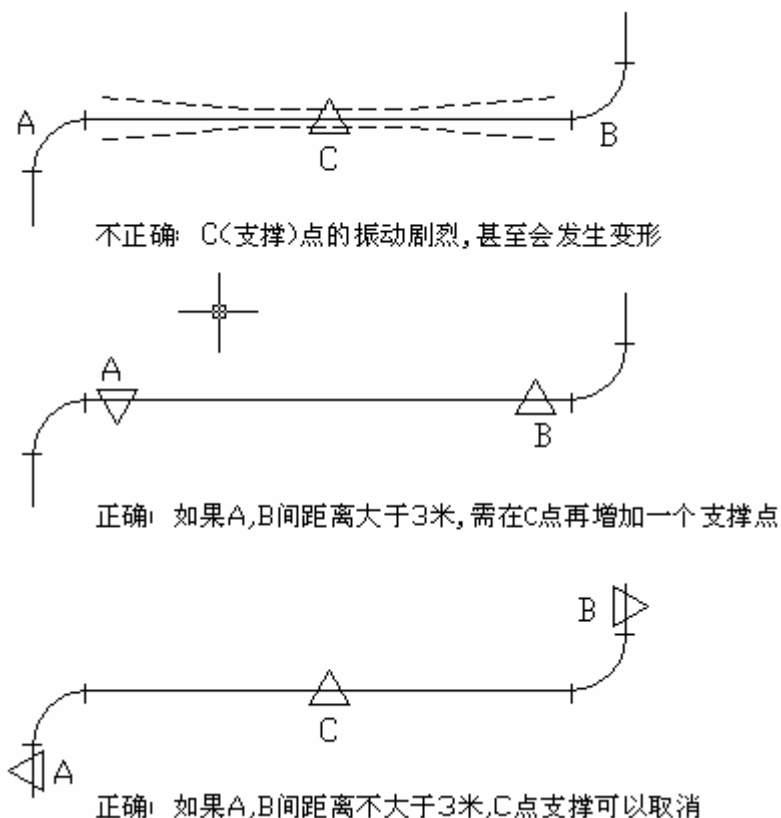

图 7 管路支撑示意图
- 6) 对管路进行合理的支撑，尽量减小振动。请参照图 7 所示：